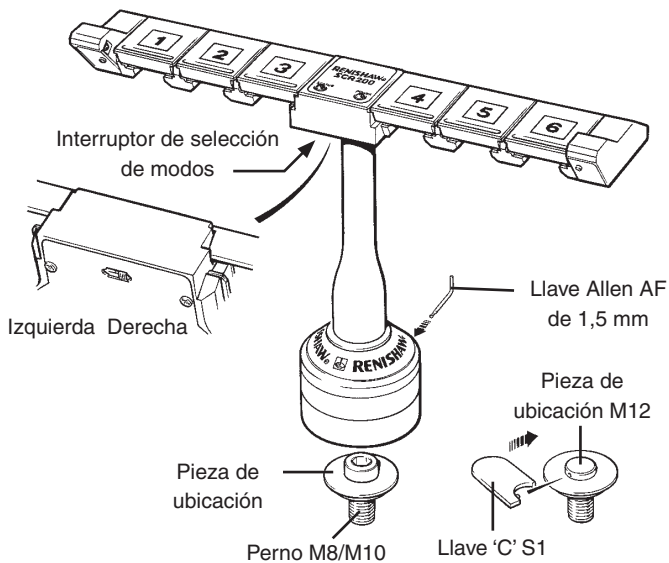

Figura 14: montaje del cambiador SCR200 en la MMC
- Véase la Figura 14.
- Cambie la posición del interruptor (véase la Figura 14): -